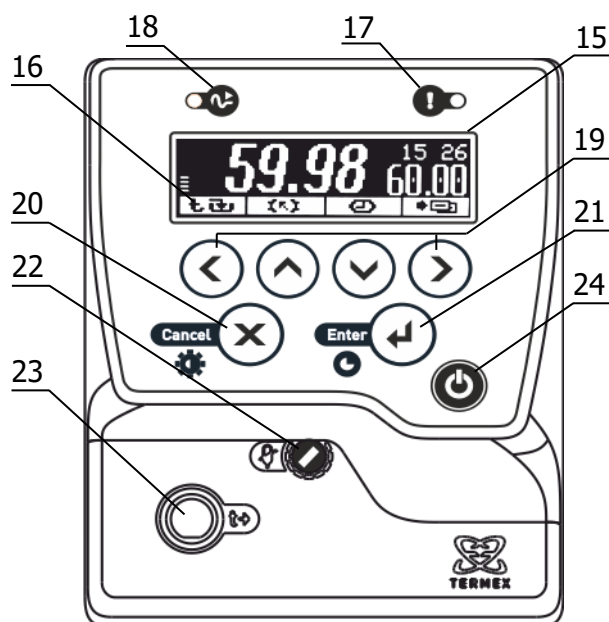

Рисунок 2 – Лицевая панель
Система безопасности блока регулирования отключает двигатель насоса и нагреватель при срабатывании хотя бы одной из защит или неисправности датчика температуры (1.2.13). При срабатывании системы безопасности раздается звуковой сигнал, загорается индикатор 17 (рисунок 2) и на дисплей 15 выводится информация о причине неисправности.
2.3.1 После подключения сетевого кабеля к электрической сети блок регулирования переходит в режим ожидания. Подключение сопровождается кратковременной подсветкой дисплея 15 (рисунок 2).
2.3.6 Для регулировки яркости подсветки или контраста дисплея нажать кнопку 20 (X), выбрать изменяемый параметр кнопками (▲) и (▼) и установить его значение кнопками (◀) и (▶). Зафиксировать изменение нажатием кнопки 21 (↵) (рисунок 2).
2.6.6 Для выбора уставки в качестве текущей кнопками (▲) и (▼) подвести к ней указатель. Значение отмеченной указателем уставки дублируется крупными цифрами в правой части дисплея. Для подтверждения выбора отмеченной уставки нажать кнопку 21 (↵). Для отмены выбора нажать кнопку 20 (✕) (рисунок 2).
2.6.7 Для изменения численного значения отмеченной указателем уставки нажать кнопку (▶). На рамке, обрамляющей значение уставки в правой части дисплея, появятся “засечки”, указывающие на изменяемую позицию в численном значении. Цифра в отмеченной позиции мигает. Нажатиями кнопок (▲) и (▼) установить требуемую цифру в отмеченной позиции. Если удерживать кнопку нажатой, значение уставки будет изменяться непрерывно. Нажатиями кнопок (◀) и (▶) переместить отметку изменяемой позиции. Дискретность изменения значения уставки зависит от положения изменяемой позиции: если отмечена позиция десятков, то при единичном нажатии кнопки (▲) или (▼) значение уставки изменится на 10 °C. Если отмечена позиция десятых долей, то значение уставки изменится на 0.1 °C соответственно. Закончить ввод нового значения уставки нажатием кнопки 21 (↵). Для возврата к значению уставки до ее изменения нажать кнопку 20 (✕) (рисунок 2).
2.7.3 При срабатывании защиты раздается звуковой сигнал и загорается красный индикатор срабатывания системы безопасности 17 (рисунок 2). Работа насоса и нагревателя будет блокирована. На дисплее отобразится текущее состояние системы защит.
2.7.5 После устранения причины срабатывания защиты или ее отключения кнопкой (►) индикатор 17 (рисунок 2) погаснет. Перевести блок регулирования в рабочий режим нажатием кнопки 21 (←).